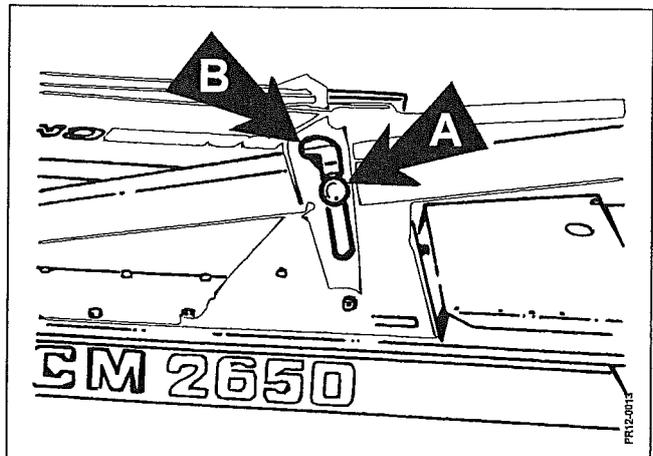

Fig. 3-7
**Fig. 3-7:** La fonction correcte est obtenue en réglant le boulon dans la lumière afin que la position **A** (libre) soit obtenue en configuration travail et la position **B** (bloquée) soit obtenue en configuration transport.